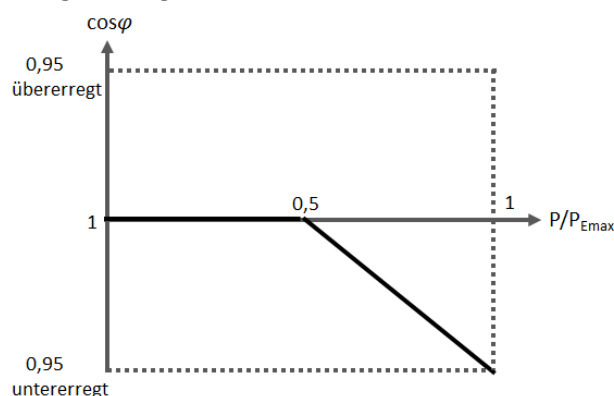

Abb. 2 – Standard-Verschiebungsfaktor
- b. Ab dem 1. Januar 2012 muss der Wechselrichter mit $\cos \varphi = 0,95$ zu betreiben sein. Bei Standardeinstellung gemäß Abb.2 erreicht der Wechselrichter bei diesem Verschiebungsfaktor seine Spitzenleistung. Dementsprechend gilt $P_{\max} = 0,95 \times 4,6$ kVA = 4,37 kW. Bei Anwendung eines Auslegungsfaktors von 110 % (Überdimensionierung) kann in diesem Fall eine Gesamtpeakleistung von 4,8 kWp DC installiert werden.